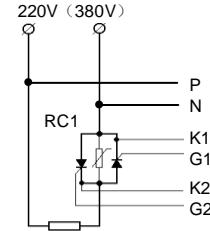
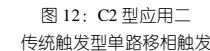

图 11: C2 型应用一
图 12: C2 型应用二
3. C2、C8 类型采用传统触发方式，触发有极性且必须接同步信号线，请严格参照前文图 11、图 12、图 15 相关接线图连接。